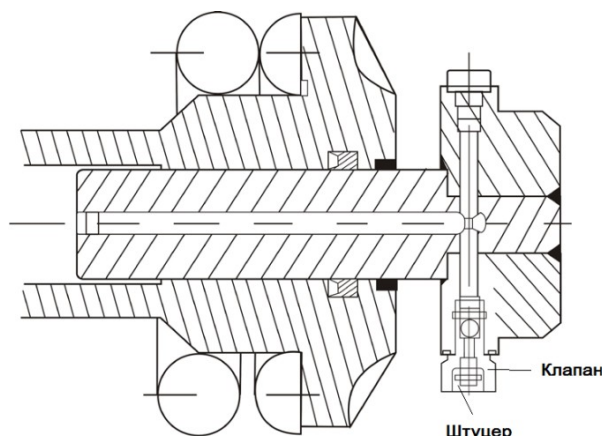

Рис. 2.15 Схема ослабления гусеницы
1) Не заглядывайте в отверстие на боковой стороне (Рис. 2.15), т.к. смазка находится под высоким давлением и это может быть опасно.